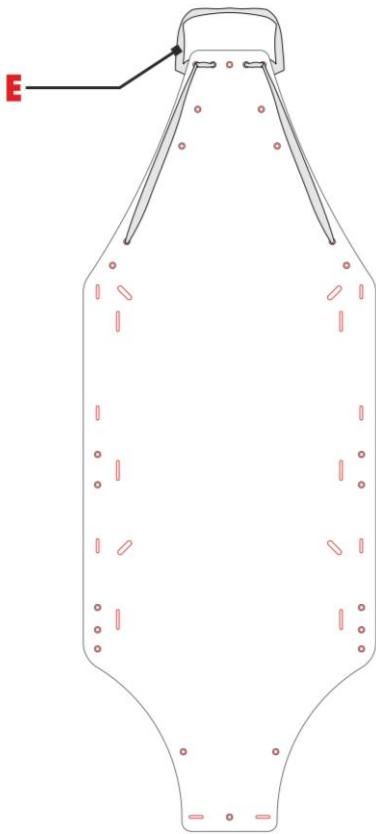

Fig. 9
- a) inserire la fettuccia (E) nei fori A4 del piano di appoggio (fig. 9).